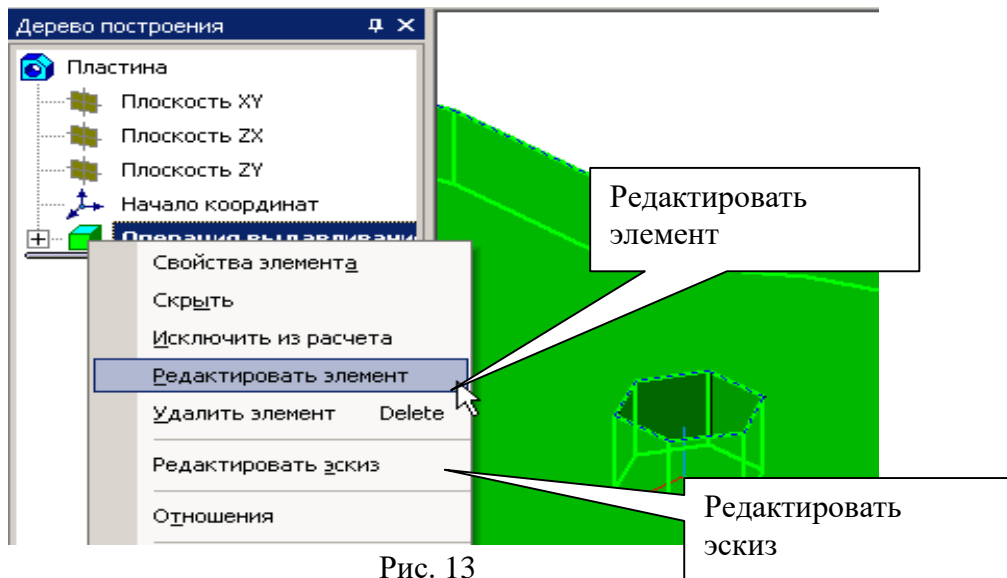

Рис. 13
2. Увеличьте толщину пластины до 30 мм, отредактировав операцию **Выдавливания**. Для этого в Дереве построения щелкните левой кнопкой мыши на «**Операция выдавливания**», затем правой кнопкой и из контекстного меню выберите команду **Редактировать элемент**, рис. 13.